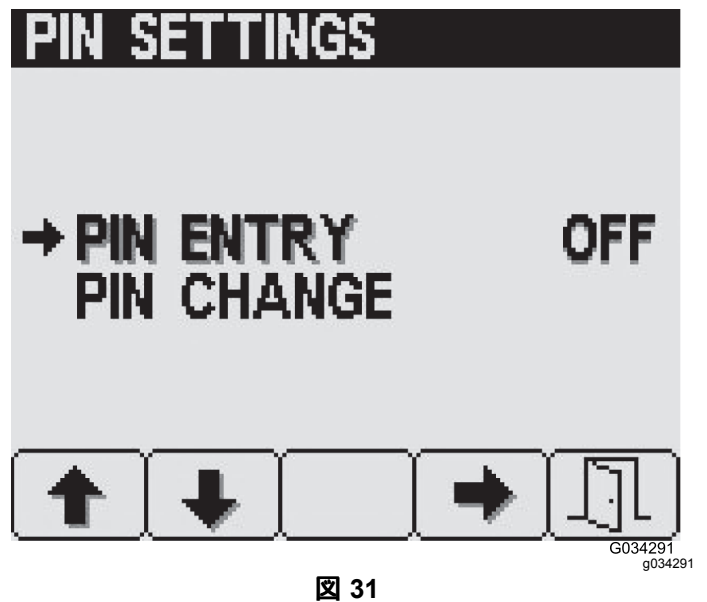

図 31
- PIN 設定画面から、ボタン 4 を押して「ピンを入力」PIN Entry を選択し、PIN を ON または OFF にする 図 31。